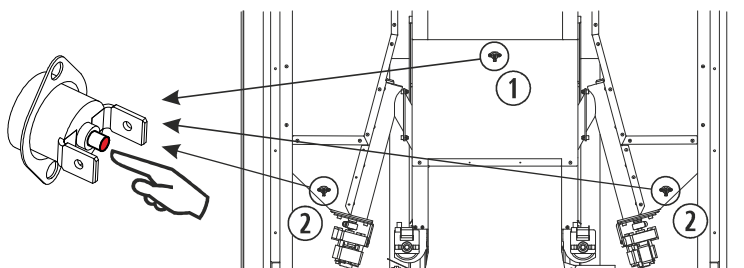

Figura 33
- A estufa **Venecia** tem um termóstato na parte inferior de cada tremonha e outro na parte traseira (*figura 33*).
①	Termostato de seg. com rearme 93 °C.
②	Termostato de seg. do depósito 93 °C.